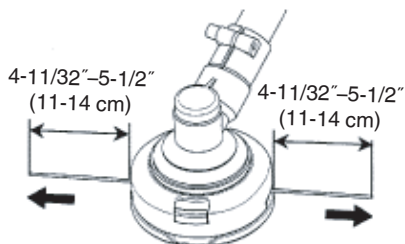

Fig. 26
- (7) La longueur initiale du fil de coupe devrait être d'environ 4-11/32"-5-1/2" (11 à 14 cm), égale des deux côtés. (Fig. 26)